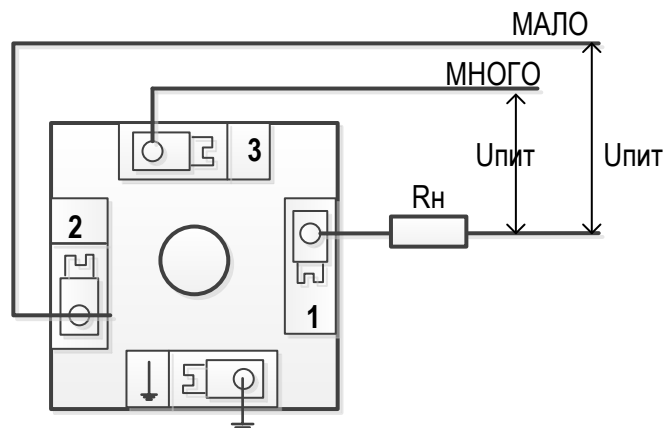

Рисунок 2- Подключение сигнализатора исполнения 51 при выборе режима работы
2.1.4 Установите нужный режим работы МНОГО или МАЛО. Для исполнения 51 – это осуществляется при помощи схемы внешних подключений (рисунок 2).